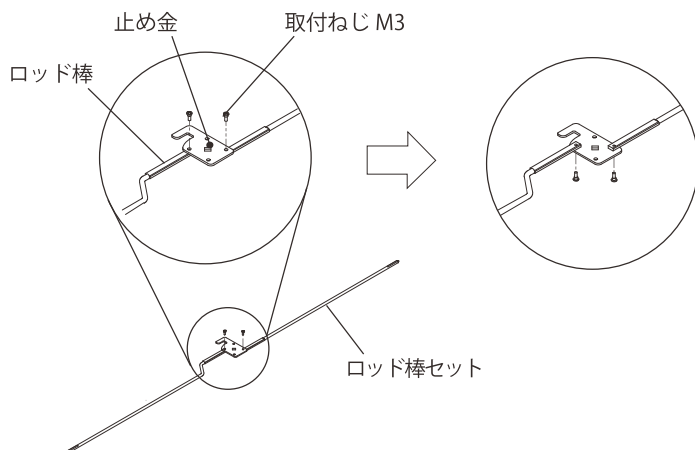

図 12
③取付穴に回転変更用ピンを挿入してください。
④取手を本体に組み込んでください。
⑤付属の矢印ラベルを矢印と反対の向きに重ねて貼ってください。
11. ロッド棒セットからロッド棒の取付ねじ M3 (2 か所) を取り外し、ロッド棒を取り外してください。(図 12)
12. ロッド棒を止め金の上に乗せ、取付ねじ M3 (2 か所) でロッド棒を固定してください。(図 12)